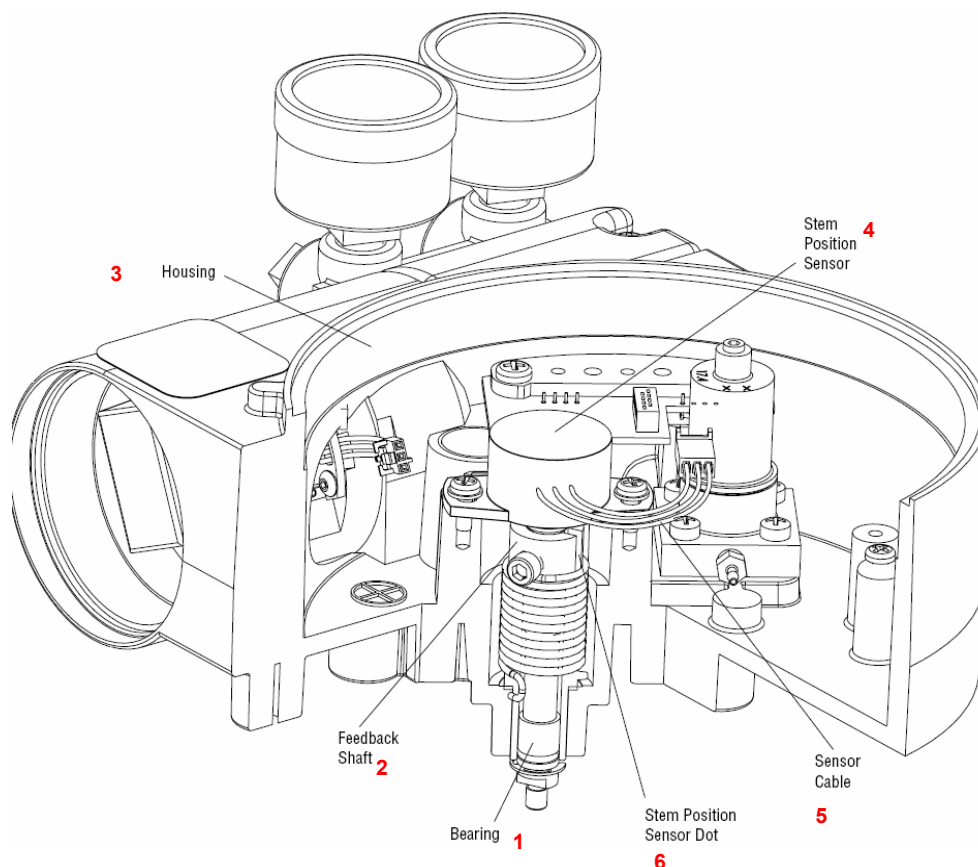

Рисунок 18. Ориентация датчика положения штока
7. Поверните вал нового датчика положения так, чтобы метка на боковой поверхности вала совместилась с проводами на боковой поверхности датчика (рис. 18).